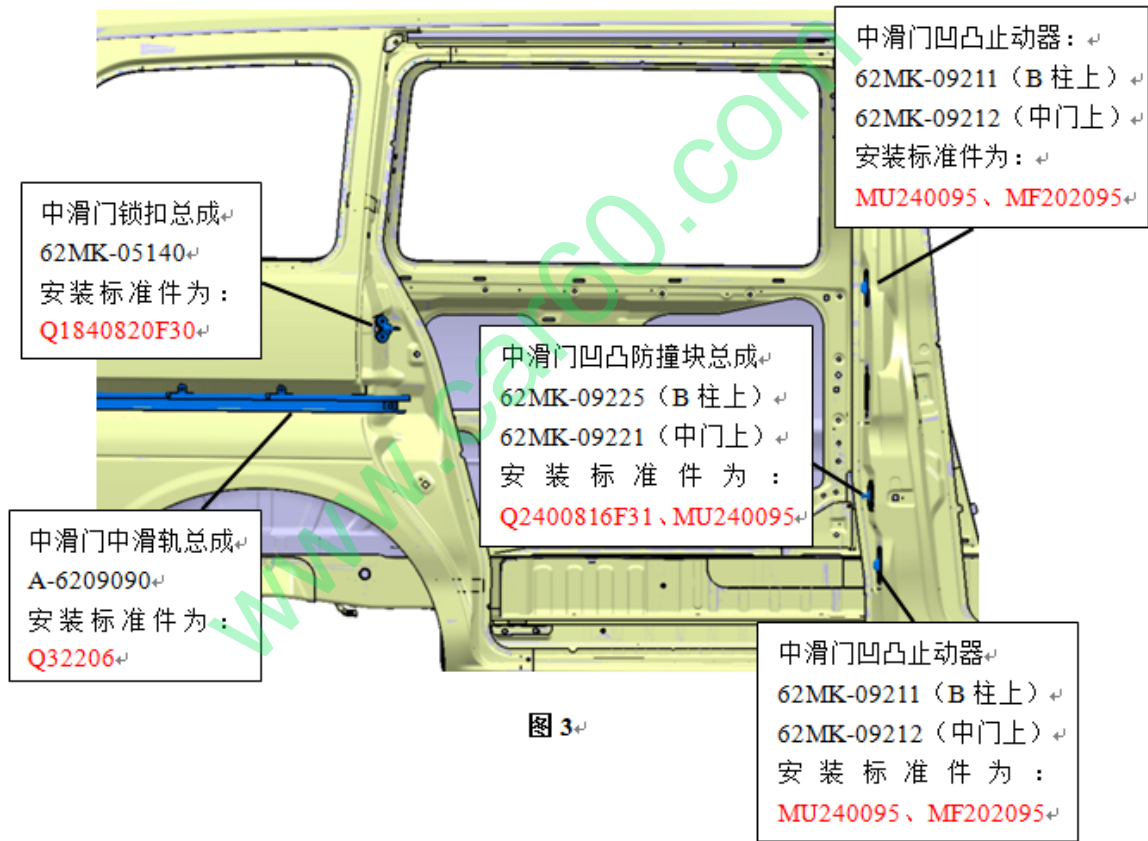

图 3
- 6)、将中滑门凹凸制动器（AB 扣）、凹凸防撞块、锁扣以及电器相关附件安装在车身或中滑门上（见图 3）。